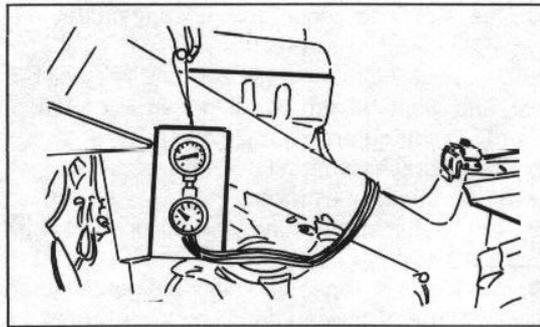

Bild 29
- An zwei Vergasern die Unterdruckverschlüsse lösen und den Unterdruckmesser anschliessen (Bild 29).